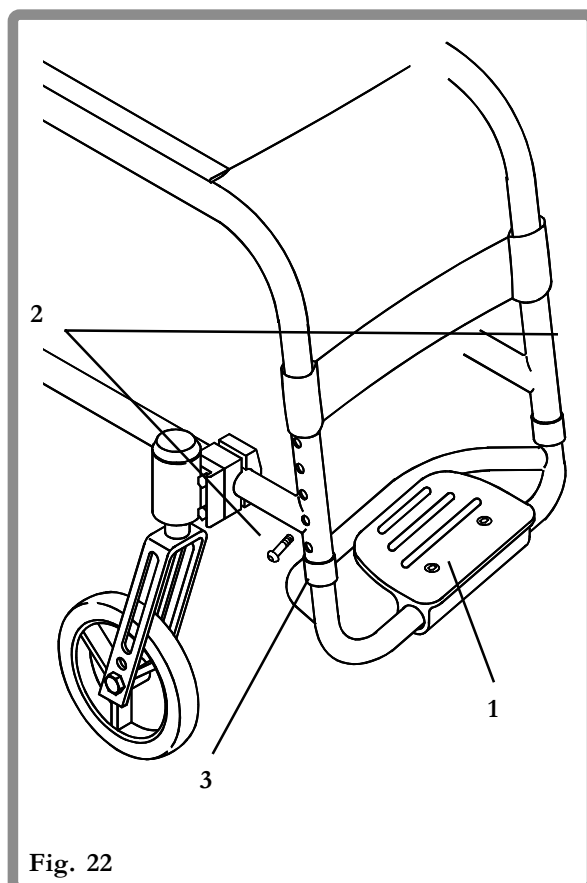

Fig. 22
Når høyden (Fig. 22) på den fastmonterte fotbøylen (1) skal justeres, tas de to skruene (2) på begge sider av rammefronten (3) av, fotbøylen plasseres i ønsket posisjon. Deretter settes skruene i festene og trekkes til et moment på 5 Nm.